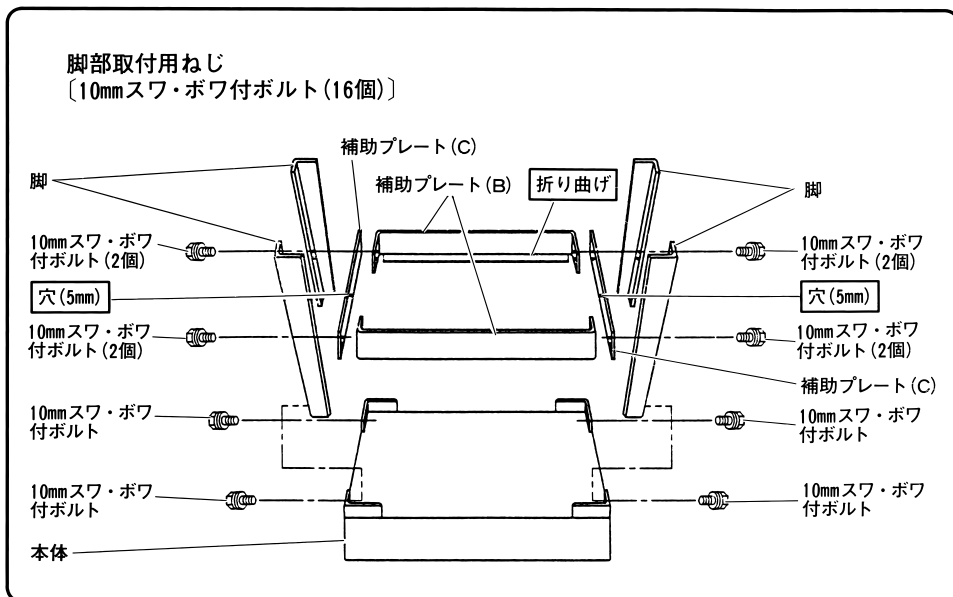

図 4
段ボール箱から部品を取り出し、図2、図4のようにそろっていることを確認してください。
- (1) 平らな所へ本体を図4のように裏返して置きます。
- (2) 本体の内側に脚 (4個) を取付け、10mmスワ、ボワ付ボルトで仮締めしてください。
- (3) 脚の内側に、補助プレート(C)、補助プレート(B)の順で取付けてください。